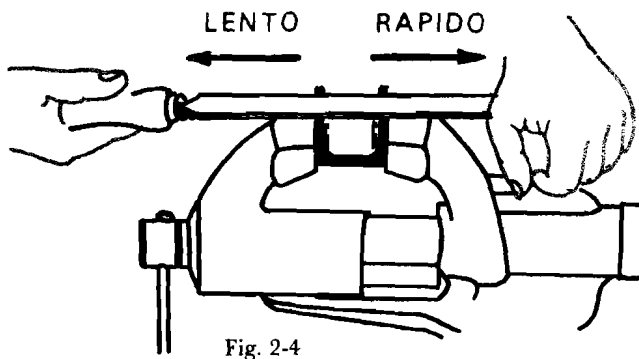

Fig. 2-4
2.1. Cadencia.—La velocidad será de 40 a 50 golpes por minuto (movimientos de avance y retroceso). El de avance o de corte, es lento y el de retroceso rápido. (fig. 2.4.).